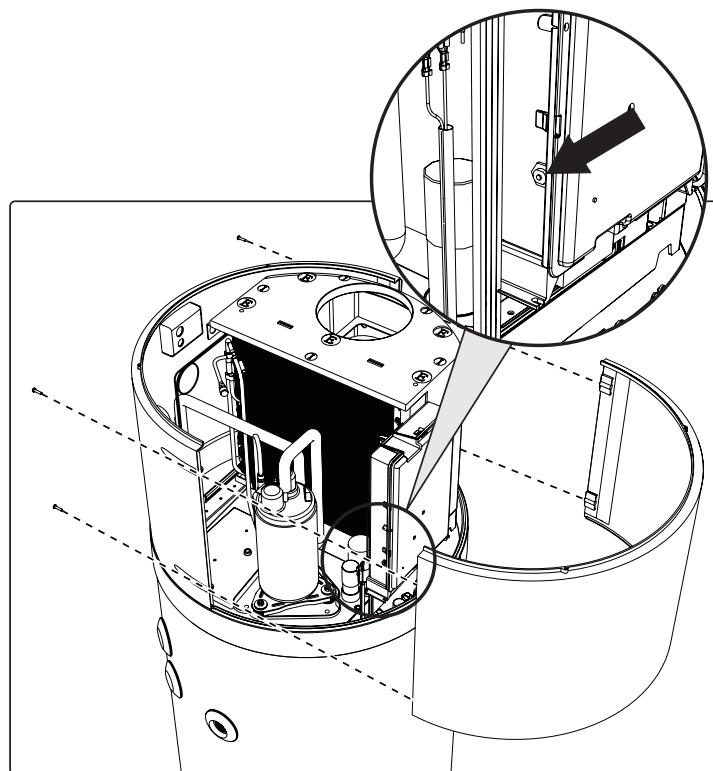

fig. 42 - Remoção do painel frontal
- Remova o painel frontal e restabeleça manualmente o termóstato de segurança que interveio (fig. 42). Em caso de intervenção, o perno central do termóstato sobressai em cerca de 2 mm.